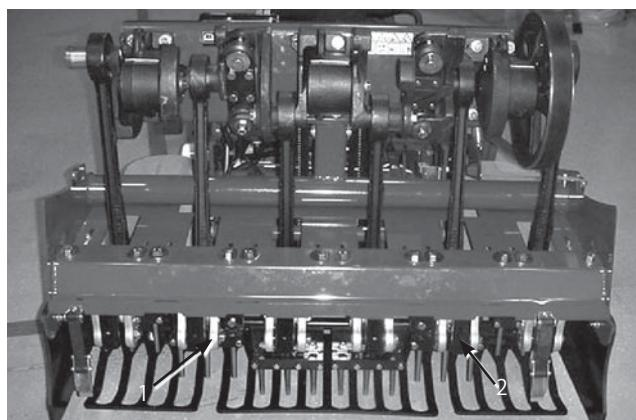

図25
5. タイン・ホルダー #2 と #5 (図25) にタインを取り付け、キャップスクリュで固定する。